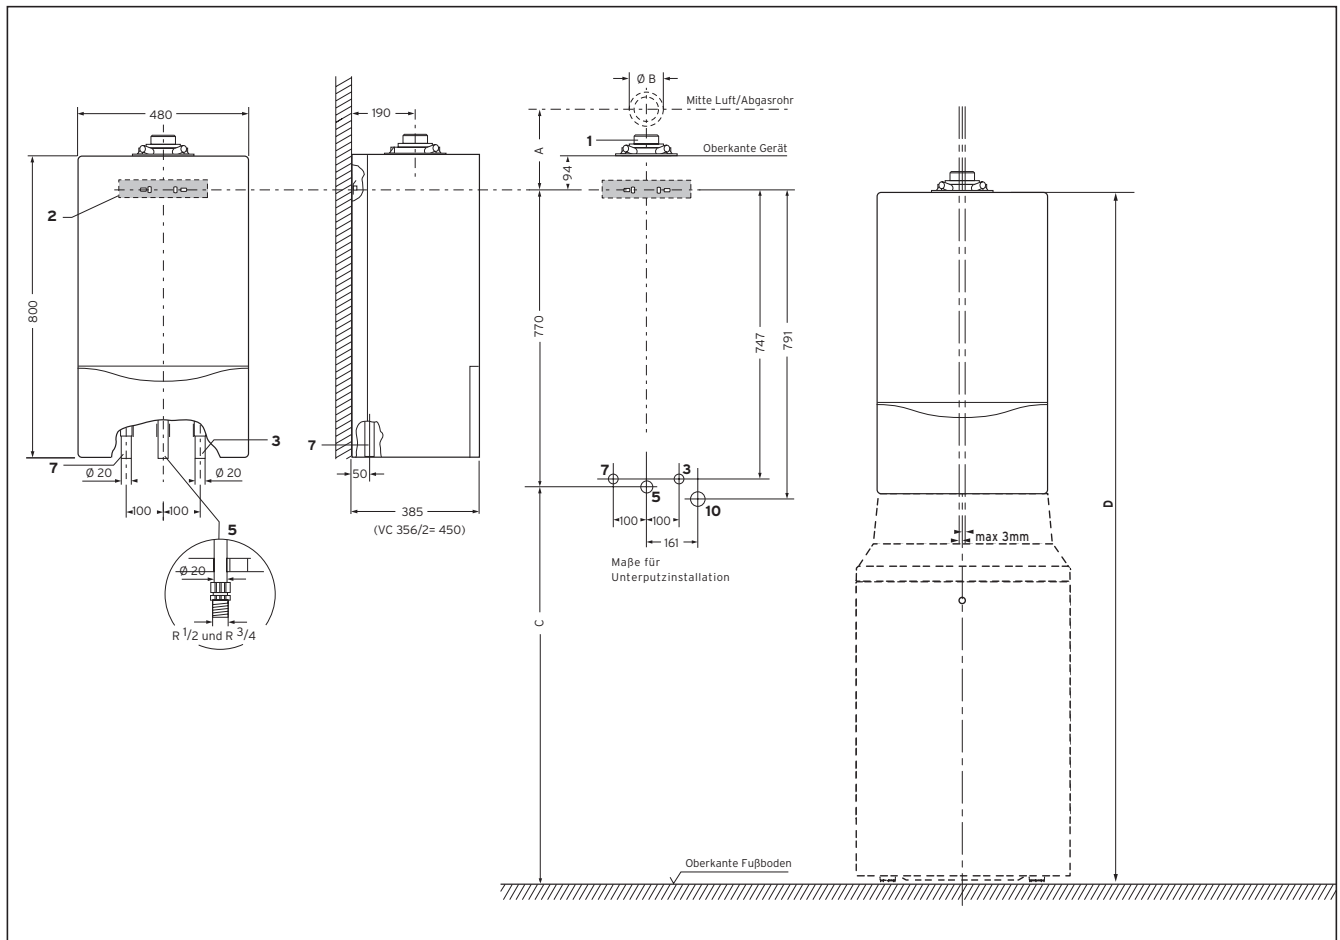

Abb. 3.2 Anschlussmaße (in mm)
- Legen Sie die Montagehöhe für den Vaillant ecoTEC exklusiv entsprechend Abb. 3.2 fest. Beachten Sie insbesondere das Maß C, wenn das Gerät mit einem Warmwasserspeicher des Typs VIH CR oder CQ kombiniert werden soll.